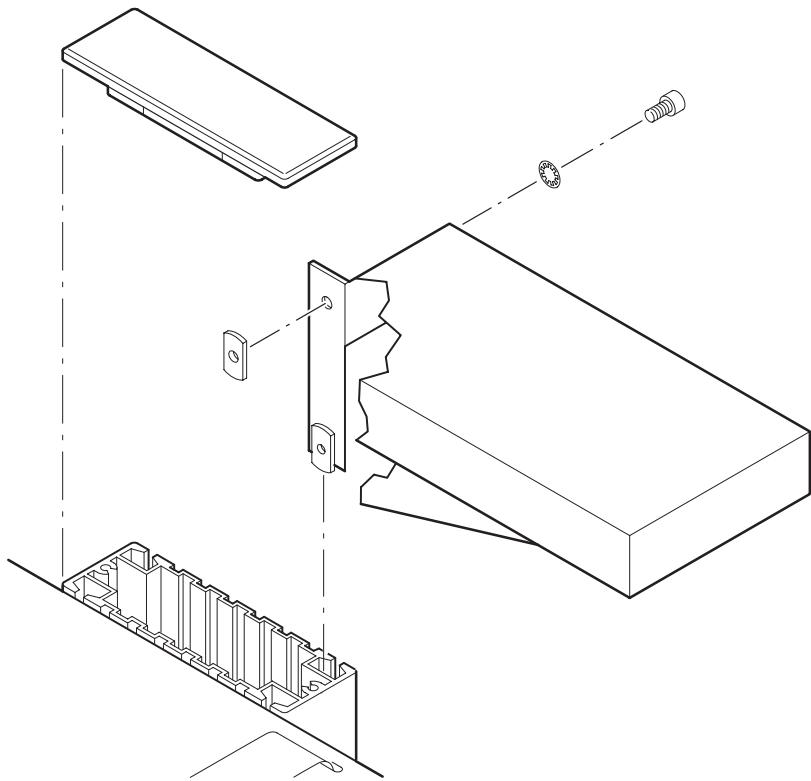

図1：マウス用棚板の取り付け
2. 図 1 に示すように、ネジ、ナット、およびロックワッシャをブラケットにゆるめに取り付けます。